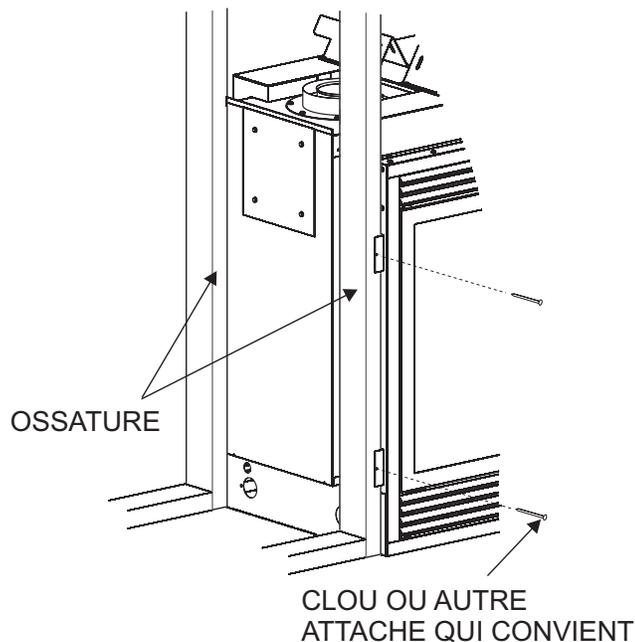

Figure 15
## Pose avec manteau en surface - Modèles à deux faces uniquement (Figure 15)
Le foyer doit dépasser de 19 mm (3/4 po) de la surface du mur fini si un manteau posé en surface est utilisé sur les modèles à deux faces. Voir le placement des brides de clouage sur les côtés du foyer à la Figure 15. Fixer les brides aux côtés du foyer avec huit (8) vis de 1/2 pouce à tête hexagonale fournies avec la visserie.